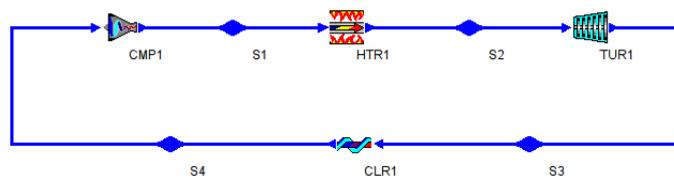

Figura 2: Ciclo Brayton construido en CyclePad
2. Abrimos el programa y construimos una turbina de gas uniendo un compresor, un quemador, una turbina y un enfriador. Seguidamente el programa nos pregunta si deseamos cambiar al modo de análisis. Al cambiar deberemos tener una imagen como la figura 2.
Para compresores y turbinas que funcionan casi adiabáticamente, el trabajo isoentrópico asociado a estos dispositivos es el modelo con el que comparar los equipos reales. Sin embargo, en la práctica, ambos dispositivos no son isoentrópicos y su funcionamiento se describe mediante un rendimiento adiabático. En la figura 2 se muestra en un diagrama $T - s$ el efecto de las irreversibilidades en el ciclo Brayton.